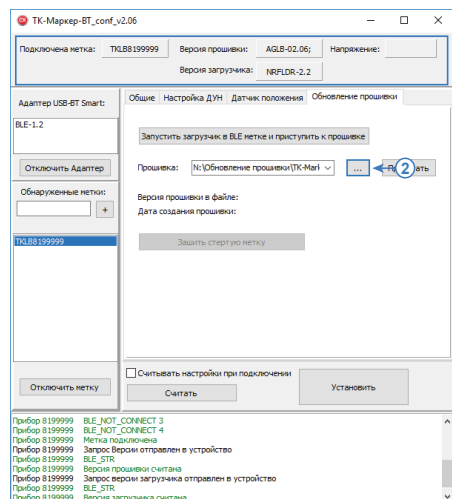

Рис.23. Чтение файла обновлений.
- Подключить метку TK-Маркер-ВТ в программе «TK-Маркер-ВТ\_conf». Убедиться, что в программу считаны параметры метки (Рис.23, п.1).
- Нажать кнопку справа от поля «Прошивка» (Рис.23, п.2) и выбрать файл формата .graw с обновлениями.